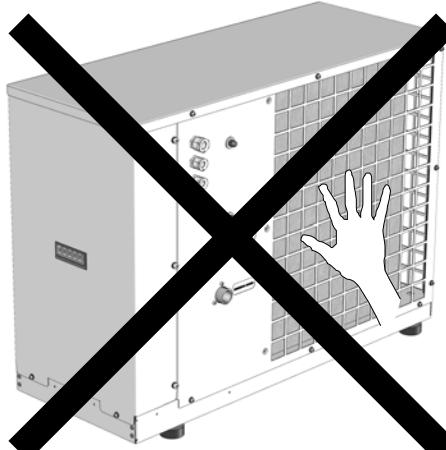

Fig. 30
- non appoggiarsi sulla superficie alettata degli scambiatori in quanto le alette potrebbero provocare tagli sulla pelle (fig. 30);